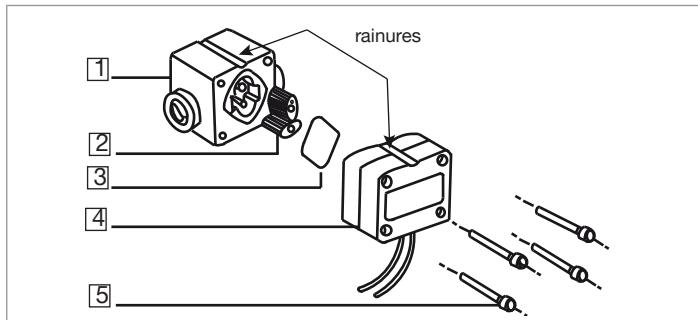

Fig. 6 Éclaté de l'appareil
- Desserrer les 4 vis (repère 5 Fig. 6) et retirer le couvercle avec module électronique (repère 4 Fig. 6).
- Retirer le joint (repère 3 Fig. 6).
- Retirer les roues (repère 2 Fig. 6).
- Remplacer le joint (repère 3 Fig. 6).
- Remettre le couvercle (repère 4 Fig. 6) en alignant la rainure du couvercle avec celle du boîtier.
- Serrer les 4 vis (repère 5 Fig. 6) avec précaution et en croix pour ne pas endommager le boîtier, avec un couple de serrage de :